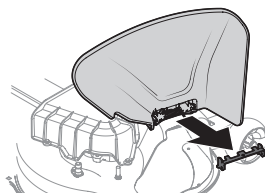

Fig. 11
2. Relevez le déflecteur d'éjection et maintenez-le dans cette position pour enlever le support. Abaissez le déflecteur d'éjection et jetez le support (Fig. 11).